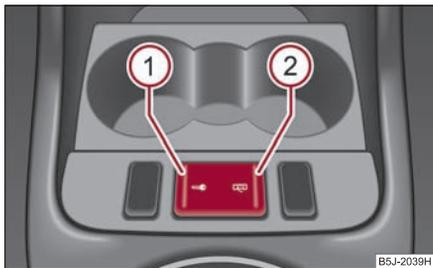

Abb. 37 Taste für Zentralverriegelung
- Drücken Sie die Taste ① ⇒ Abb. 37. Das Symbol  in der Taste leuchtet auf.
- Drücken Sie die Taste ② ⇒ Abb. 37. In der Taste erlischt das Symbol .